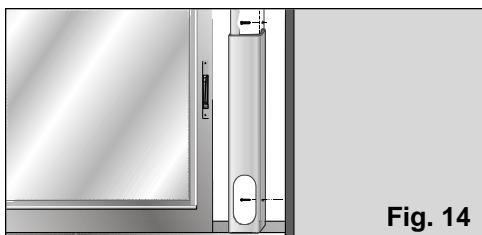

Fig. 14
□ Para poder fijarlo a la ventana / balcón dispone de dos agujeros laterales. Por medio de dos tornillos (no incluidos con el accesorio) el usuario podrá sujetarlo al marco o a la pared sin peligro de que este se mueva o se caiga de su posición, Fig. 14.